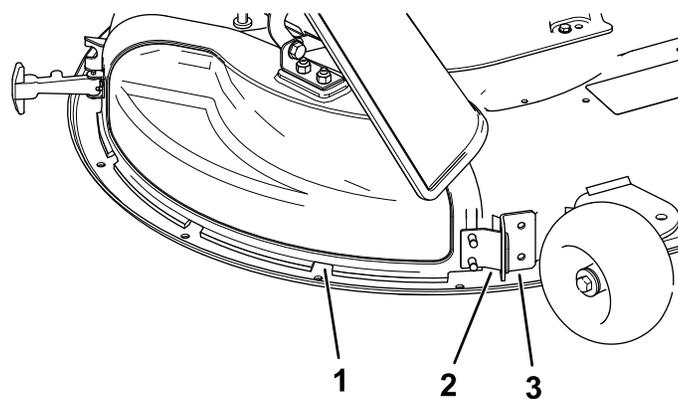

Рисунок 12
5. Отклоните металлический выступ на крышке выброса так, чтобы вывести его из паза в кронштейне, приваренном к деке газонокосилки (Рисунок 12).